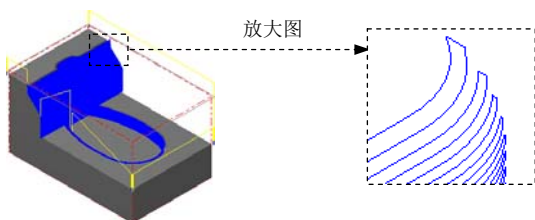

图 3.16 刀具路径
(1) 完成上步操作后，在“曲面精加工等高外形”对话框的 选项卡的列表框中显示出 Step4 选择的刀具，双击该刀具，系统弹出“定义刀具-机床群组-1”对话框。
(2) 设置刀具号码。在“定义刀具-机床群组-1”对话框的 文本框中，将原有的数值改为 3。
(3) 设置刀具的加工参数。单击“定义刀具-机床群组-1”对话框中的 选项卡，在 文本框中输入值 400.0，在 文本框中输入值 200.0，在 文本框中输入值 500.0，在 文本框中输入值 2200.0。
(4) 设置冷却方式。在 选项卡中单击 按钮，系统弹出“Coolant...”对话框，在 (切削液) 下拉列表中选择 选项。单击该对话框中的 按钮，关闭“Coolant...”对话框。
Step9. 单击“曲面精加工等高外形”对话框中的 按钮, 完成加工参数的设置, 此时系统将自动生成图 3.16 所示的刀具路径。